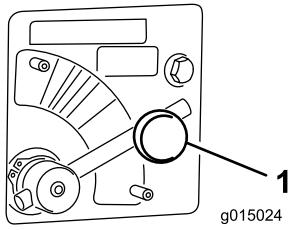

Figura 33
1. Allentate la manopola che fissa la leva della valvola dello spargitore (Figura 33).
2. Ruotate la leva della valvola dello spargitore sul colore desiderato (Figura 33).
Spostate la leva della valvola dello spargitore sulla sezione **BLU** (VELOCITÀ MAX) (Figura 33). La leva ruotata completamente in senso orario dovrà essere in posizione orizzontale.